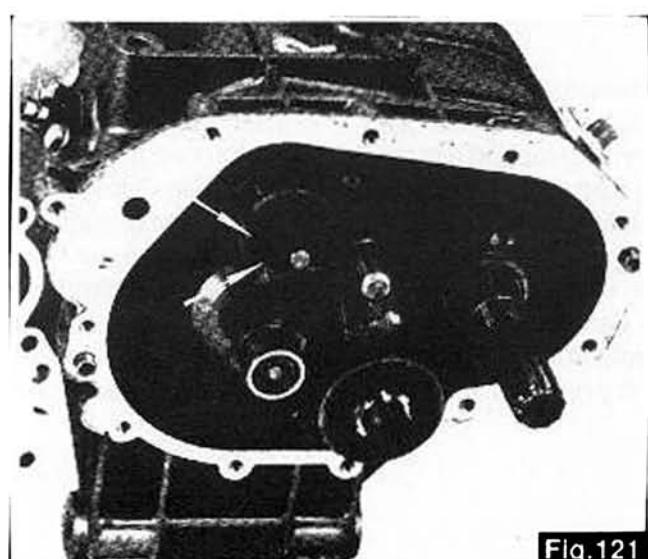

Fig.121
N.B.: Lors du remontage du couvercle avec présélecteur, faites attention que le tambour cannelé de commande boîte de vitesses soit au point mort; si ce n'est pas le cas, les ergots du présélecteur iraient heurter contre la couronne du tambour au lieu que de s'engager librement dans les enoches de commande indiquées par les flèches (fig.121).
ANM. - Bei der Montage des kompletten Deckels darauf achten, daß sich die Nuttrommel des Steuergehäuses im Leerlauf befindet; befindet sich die Trommel in einer anderen Position, würden die Vorwählernasen auf dem Trommelkranz greifen, statt sich frei in die beiden Wellenkerben, die durch die Pfeile gekennzeichnet sind, einzufügen (Abb.121).